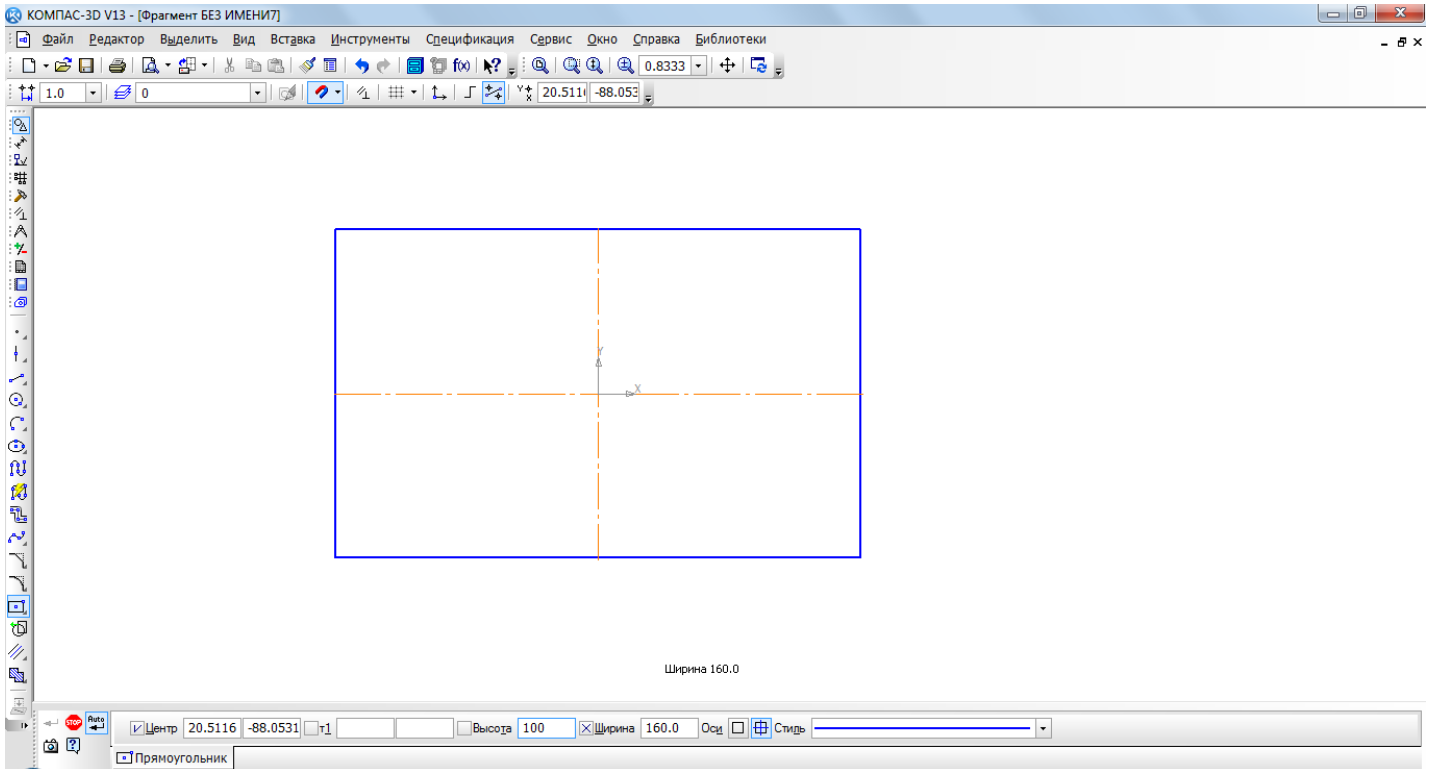

Рис. 4
- введите параметры прямоугольника в поле **высота** 100 и **ширина** 160 панели **Свойств** и нажмите **<Enter>** (рис. 4);